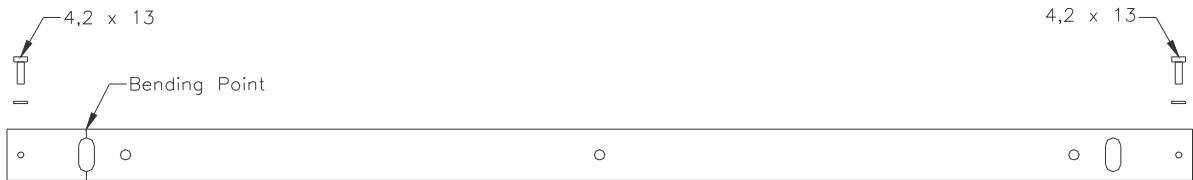

Fig. 3 Ceiling rail.
1. **2 stk. skruer 4,2 x 13 festes som vist på fig. 3 side 5, med klaring 4mm under skruehodet.**